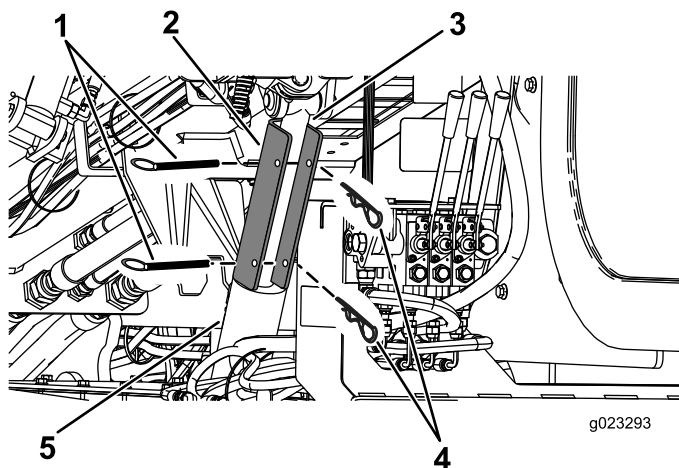

Figura 102
4. Posicione a trava do cilindro sobre a haste do cilindro (Figura 102).
5. Prenda a trava do cilindro com a cavilha e o contrapino (Figura 102).
4. Retire a contrapino e o pino de fixação da trava do cilindro (Figura 102).